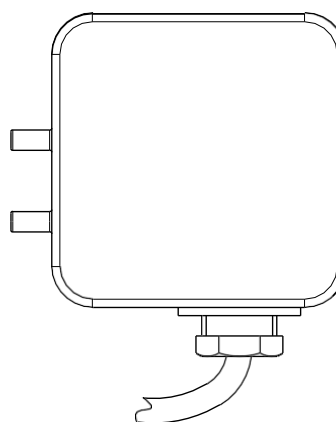

рис. 20
-Установите переключатель давления воздуха (рис. 20) в положение начала шкалы.
Отрегулируйте реле давления воздуха (рис. 20) после выполнения всех остальных настроек горелки, установив реле давления воздуха в положение начала шкалы. При минимальной мощности горелки поверните ручку против часовой стрелки, увеличивая ее значение до тех пор, пока горелка не выключится. Затем поверните ручку против часовой стрелки примерно на 20% от установленного значения и проверьте, правильно ли включается горелка. Если горелка снова заблокируется, слегка поверните ручку против часовой стрелки.